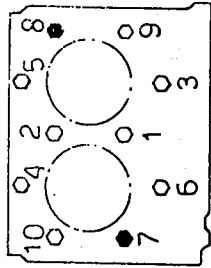
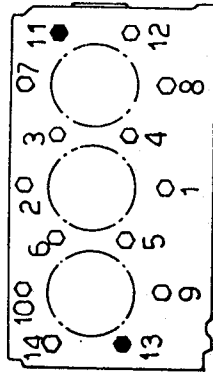
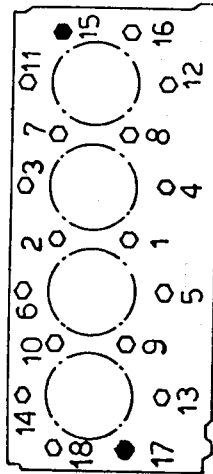

fig. 1
fig. 2
fig. 3
- Die Anzugsfolge entnehmen Sie der Fig. 1 für den 2.60H, Fig. 2 für den 3.90H und Fig. 3 für 4.110H